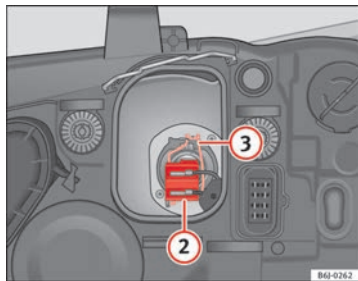

Fig. 154 Feux de croisement
- Retirez le connecteur ⇒ fig. 154 ② de l'ampoule.
- Déclipsez le ressort entrebâilleur ⇒ fig. 154 ③ en le pressant vers l'intérieur et vers la droite.